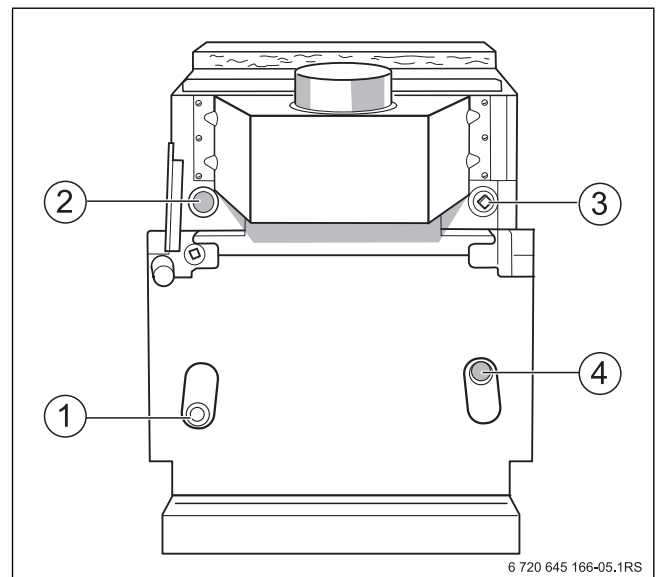

Рис. 13 Подключение водяного контура
- ▶ Подсоедините предохранительные устройства потребителя к штуцеру подключения предохранительной подающей линии VSL (→ рис. 13, [3], стр. 19).